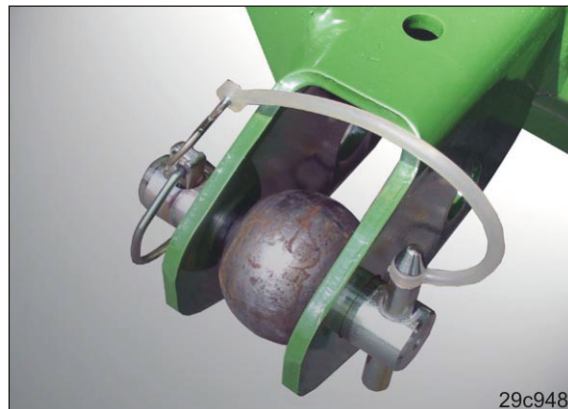

Fig. 61
1. Fijar las fundas esféricas (Fig. 61) sobre los pernos de los brazos superiores e inferiores de la sembradora de tres puntos. Los casquillos esféricos dependen del tipo de tractor (véanse las instrucciones de servicio del tractor).